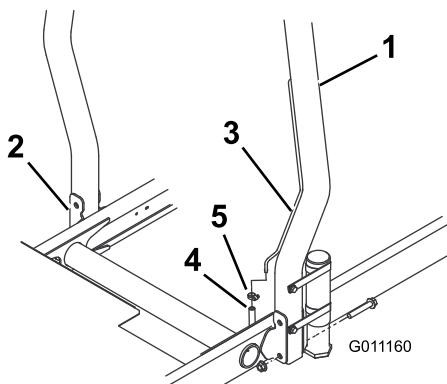

Figura 9
- Abbassate il roll bar sopra le staffe di montaggio del trattorino, allineandolo ai fori di montaggio. Assicuratevi che il tubo di sfiato si trovi sul lato sinistro della macchina (Figura 9).
- Fissate ogni lato del roll bar alle staffe di montaggio con due bulloni a testa flangiata e due dadi di bloccaggio (Figura 9). Serrate i fermi a 81 Nm.